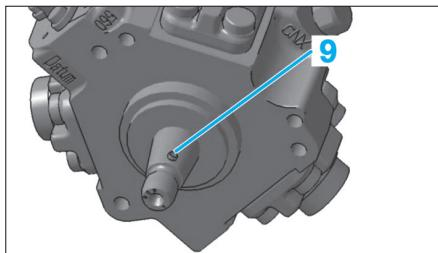

Fig. 27
- Vérifier la présence de la goupille (9) sur l'axe de la pompe haute pression carburant (Fig.27).
- les 3 vis (7) à 2.25 daN.m,
- la vis de fixation (4) à 2.0 daN.m,
- la vis de fixation (2) et (3) à 1.0 daN.m,